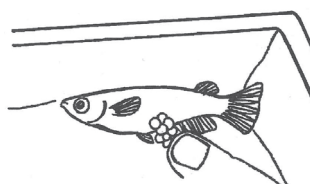

図3
- (3)網に残った卵やゴミを集めます。メダカの腹についた卵は、指先でとります(図3)。